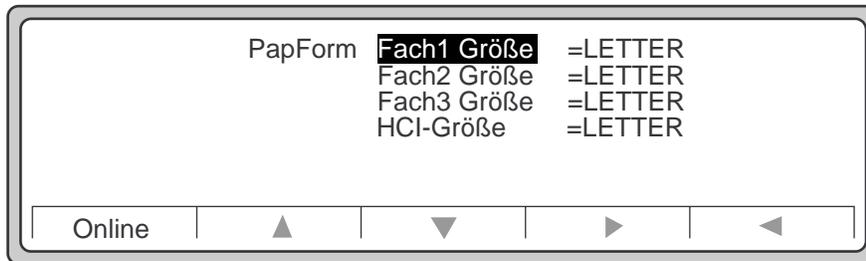

Abbildung 4-13 Menü PapForm
1. Drücken Sie die Taste **Papform** in dem **Hauptmenü**, um das Untermenü **PapForm** anzuzeigen (siehe Abbildung 4-13).